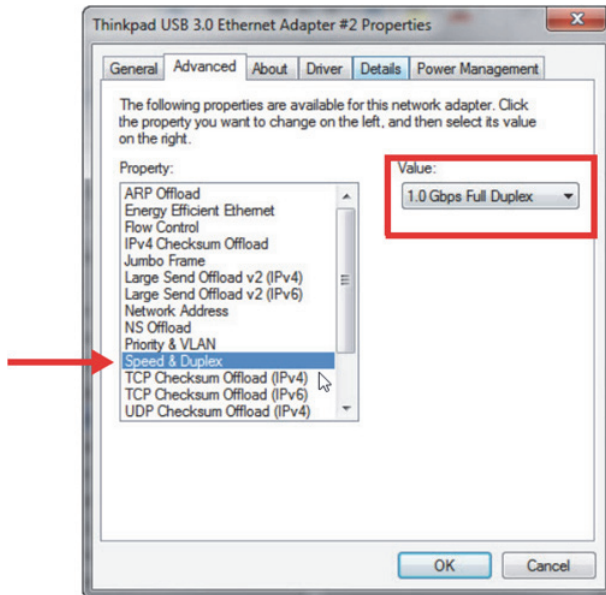

图 7-3 速度和双工设置
- 在**Advanced**（高级）选项卡的**Properties**（属性）区域中，选择**Speed & Duplex**（速度和双工），然后在**Value**（值）区域中，将值改为**1.0 Gpbs Full Duplex**（1.0 Gpbs全双工）或**Auto-Negotiation**（自动协商）（参见第76页的图 7-3）。